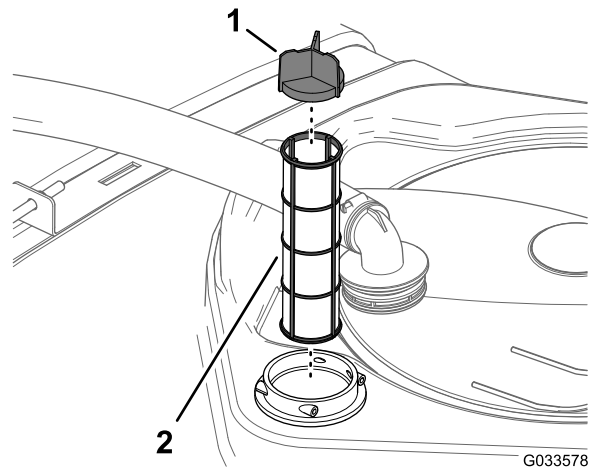

**図 109**
2. タンク上部で、フィルタハウジングからの太いホースについているフィッティングを固定しているリテーナを外す **図 109**。
3. フィルタハウジングからホースとフィッティングを取り外す **図 109**。